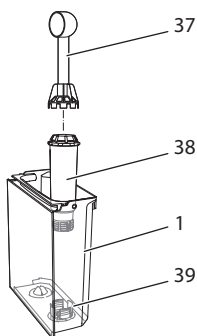

Fig. 18: Skru inn og ut vannfilteret
- Fjern vannfilteret når apparatet oppfordrer til det (se Fig. 18).